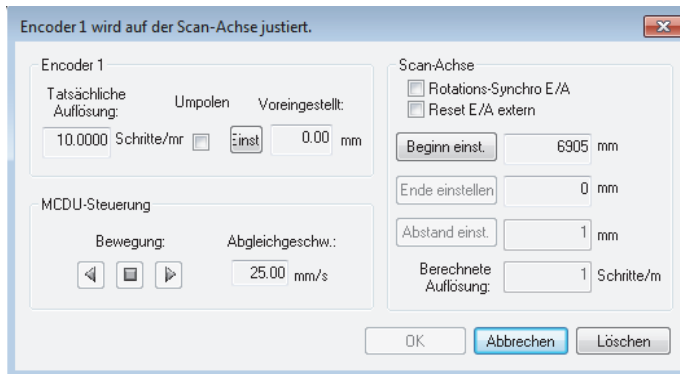

Abbildung 5-15 Dialogfeld Encoder 1 wird auf der Scan-Achse justiert.
4. Im Dialogfeld **Encoder 1/2 wird auf der Scan-Achse justiert** (siehe das Beispiel in Abbildung 5-15 auf Seite 178):